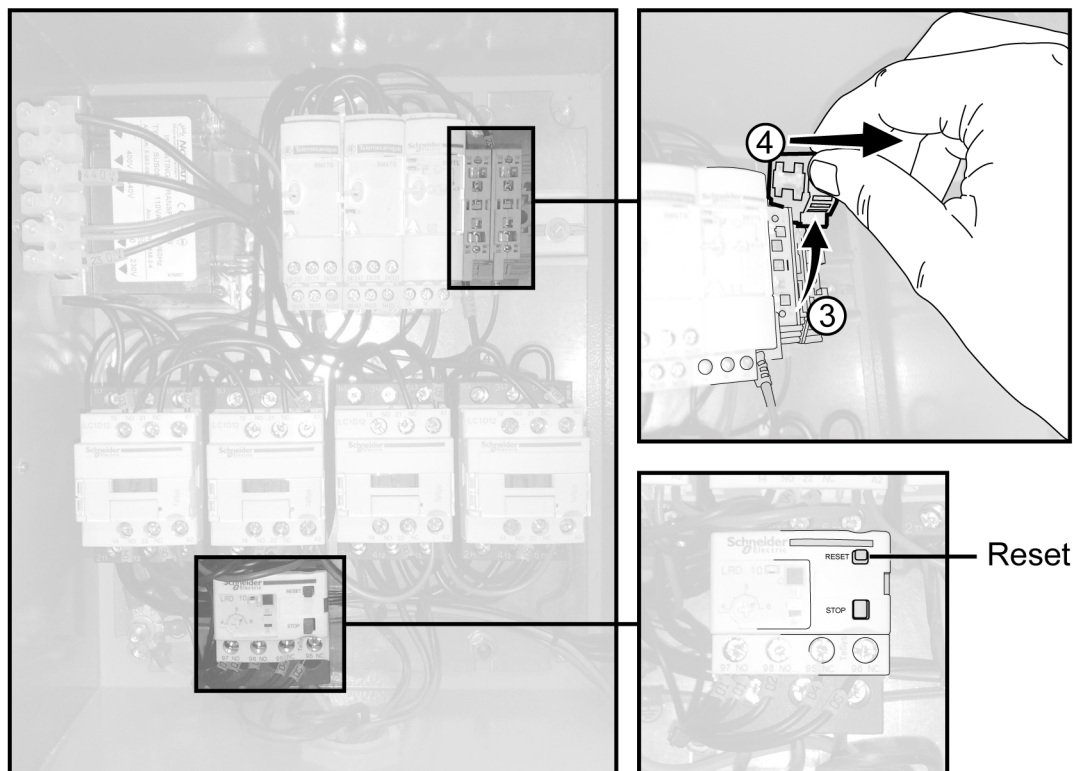

Figura 4-9. Quadro elettrico
3. Premere il pulsante Reset della termica, vedere Figura 4-9, pagina 21.
3. Sollevare il portafusibile, vedere pos. 3 in *Figura 4-9, pagina 21*.
4. Estrarre il portafusibile, vedere pos. 4 in *Figura 4-9, pagina 21*.